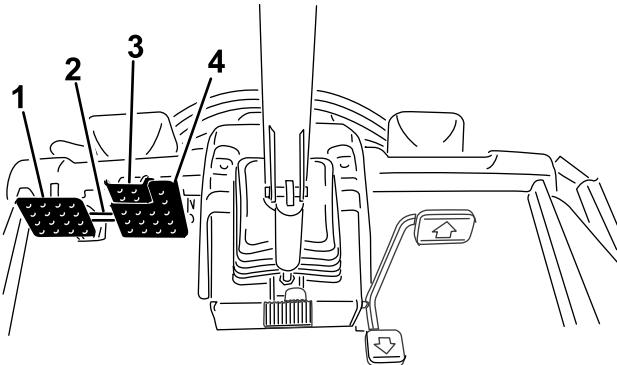

Bild 28
- Lösen Sie den Pedalsperriegel (Bild 28).